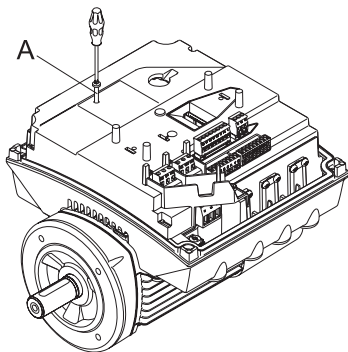

Рис. 16 Снятие крепёжного винта
3. Открутите крепёжный винт (рис. 16, А).
5. Установите и закрутите крепёжный винт (рис.16, А) до 1,3 Нм.